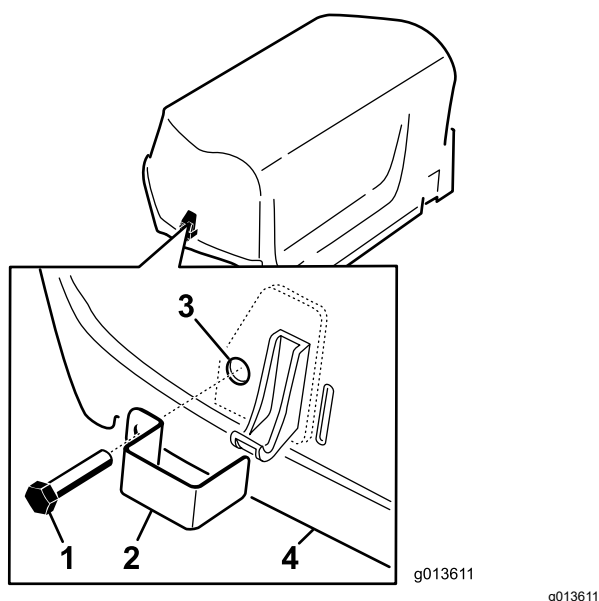

Figure 15
2. Fixez une gâche par-dessus le verrou du capot (Figure 15) à l'aide d'un boulon entièrement fileté (2 en tout).